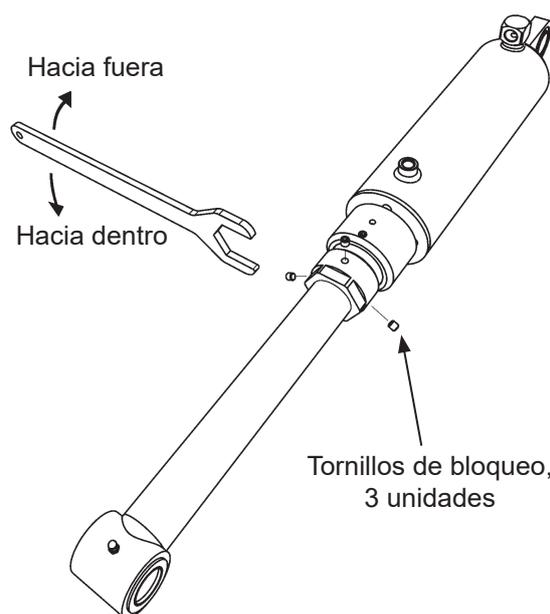

Figura 36. Ajuste del ángulo de basculamiento
- Aflojar los tres tornillos de bloqueo del cilindro que está montado en el puente de elevación, Figura 36.